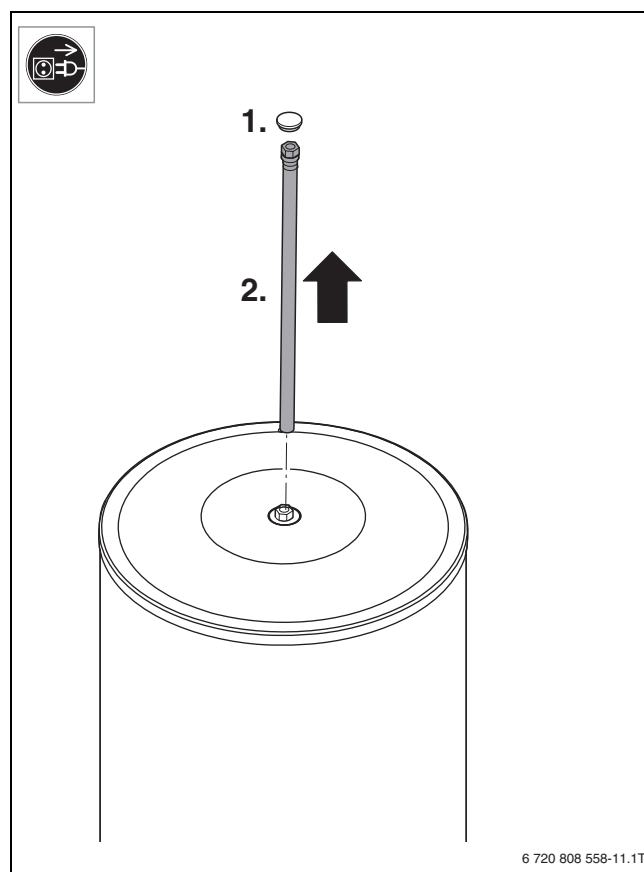
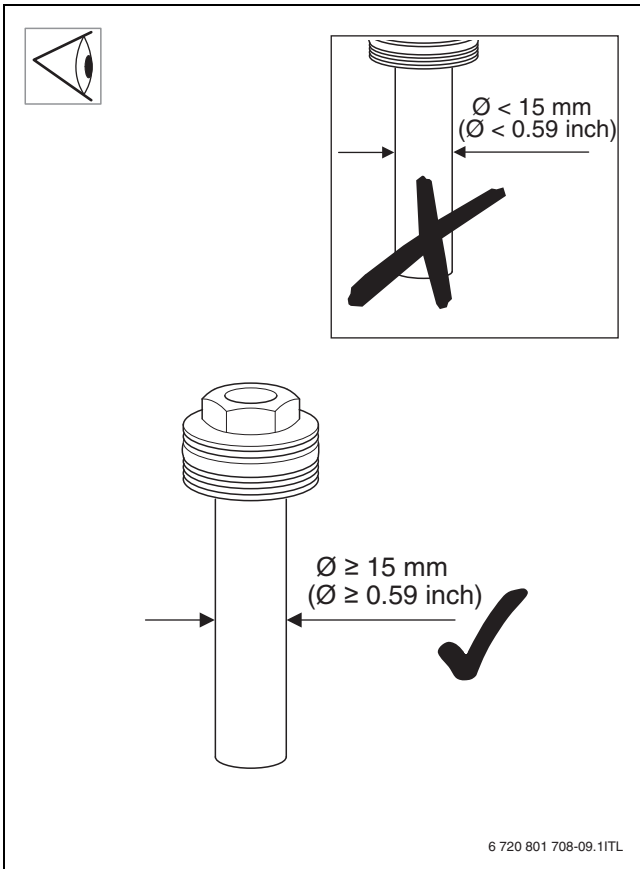

Fig. 27
Fig. 28
- ▶ Демонтируйте и проверьте магниевый анод (→ рис. 27, стр. 73 и рис. 28, стр. 74).